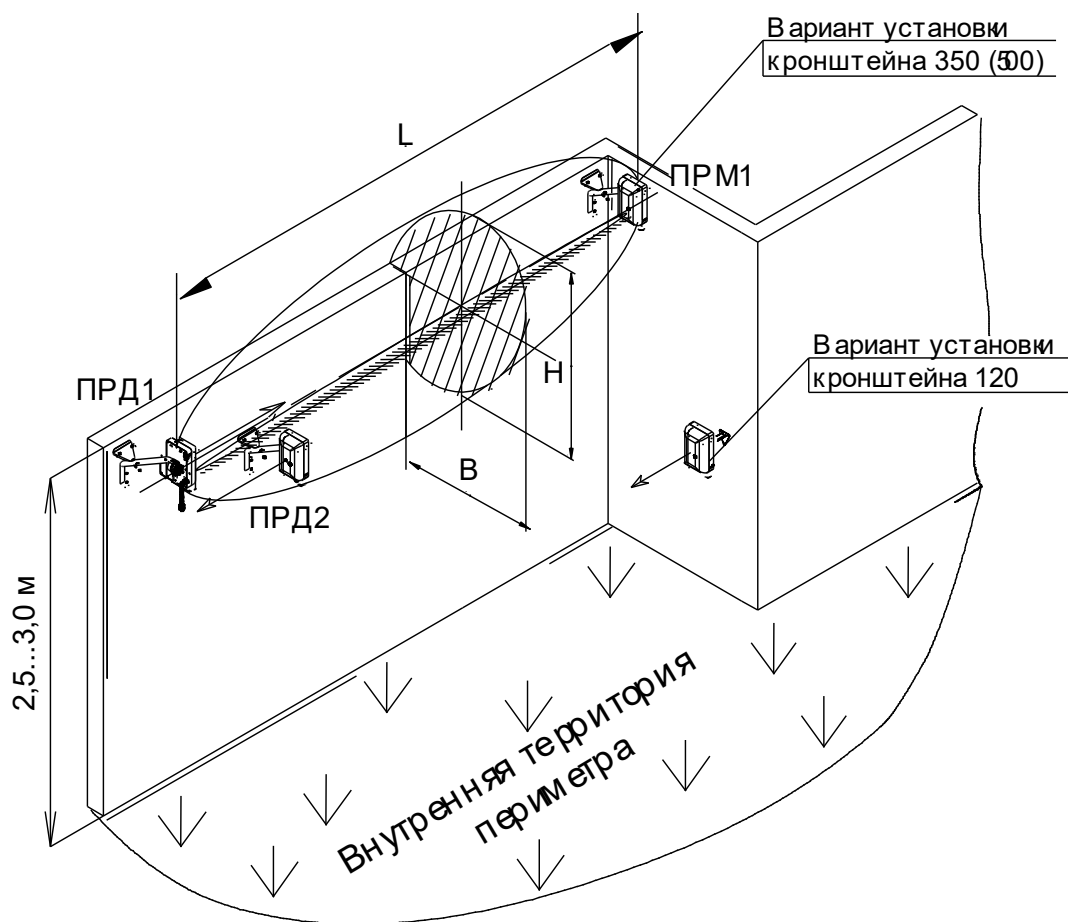

Рисунок 2.4 – Пример установки извещателя с применением выносных кронштейнов с выносом 500 мм, 350 мм, 120 мм
– КРОНШТЕЙН-500 (вынос 500 мм) рекомендуется применять, если верх заграждения «закрыт» средствами физической защиты (АСКЛ, АКЛ и т.п.) (см. рисунок 2.4);
– КРОНШТЕЙН-350 (вынос 350 мм) рекомендуется применять, если по верхней части заграждения отсутствуют средства физической защиты (см. рисунок 2.4).